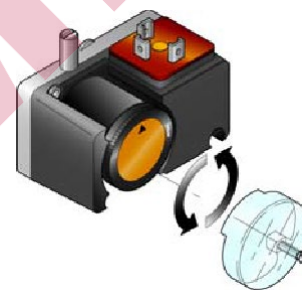

Рис. 22
- Отрегулировать реле давления для проверки герметичности (Комплект PVP) (Рис. 22), если имеется, в соответствии с инструкциями Комплекта.